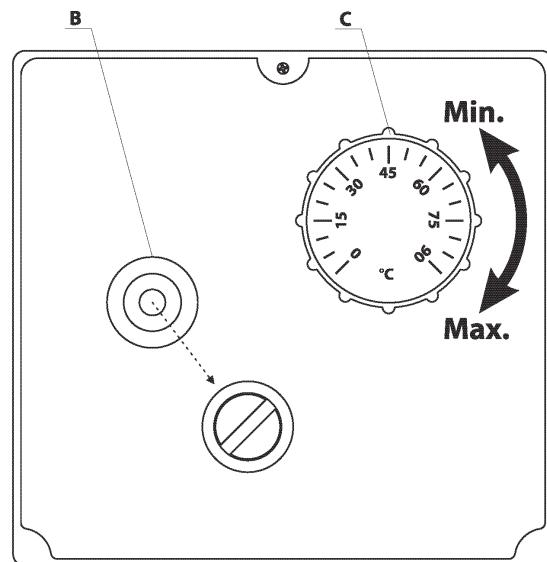
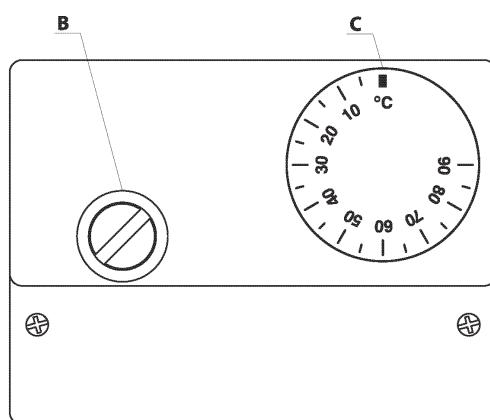

Fig 11
Fig 12
4.1. Налаштування температури - див. Fig.11 и Fig.12. в залежності від моделі керування.
Цей спосіб налаштування дозволяє плавно встановлювати бажану температуру, що виконується за допомогою ручки (Fig.11-C / Fig12-C) комбінованого температурного керування.
- Відгвинтіть кришку і натисніть кнопку термовимикача (Fig.11-B або Fig.12-B в залежності від моделі керування) до клацання.